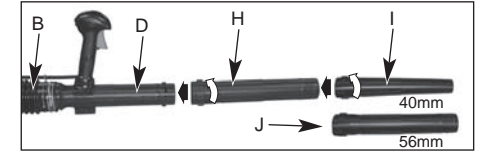

Fig. 7
Branchez le tube intermédiaire (H) et le gicleur du concentrateur (I) ou le gicleur de 56 mm (J) (vous ne pouvez utiliser qu'une buse à la fois). Enfoncez les tubes ensemble et tournez dans le sens des aiguilles d'une montre jusqu'à ce qu'ils se verrouillent ensemble (Fig.7). Utilisez le gicleur du concentrateur quand vous avez besoin d'un plus grand débit d'air dans les endroits étroits: platebandes, sous-ponts, etc.